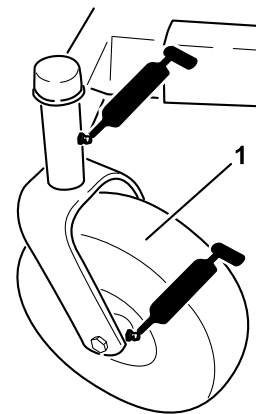
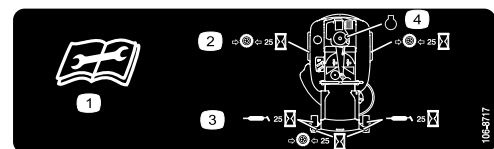

Figura 22
Figura 23
3. Limpie con un trapo los puntos de engrase (Figura 22 y Figura 23). Asegúrese de rascar cualquier pintura que hubiera sobre los puntos de engrase.
4. Conecte una pistola de engrasar a cada punto de engrase (Figura 22 y Figura 23). Bombée grasa hasta que empiece a rezumar grasa de los cojinetes.